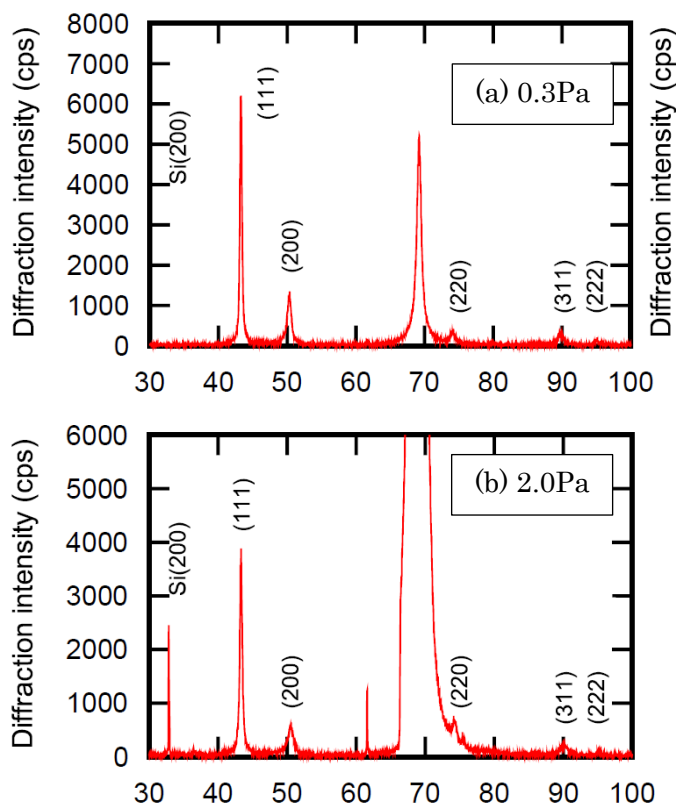

Fig. 3 X-ray diffraction pattern of the Cu thin films deposited by DC magnetron sputtering.
次に、同じ Cu 薄膜の X 線回折図形を Fig. 3(a)(b)に示す。Fig. 3(a)は Ar 圧力 0.3Pa で成膜した薄膜、Fig. 3(b)は Ar 圧力 2.0Pa で成膜した薄膜の結果である。いずれも $2\theta = 43^\circ, 50^\circ, 74^\circ, 90^\circ$ および 95° 付近にピークが見られる。これらはそれぞれ、Cu (111)面、(200)面、(220)面、(311)面、(222)面からの回折線と考えられる。 $2\theta = 33^\circ, 69^\circ$ 付近の回折線は、基板の Si (002)面、(004)面からの回折線である。